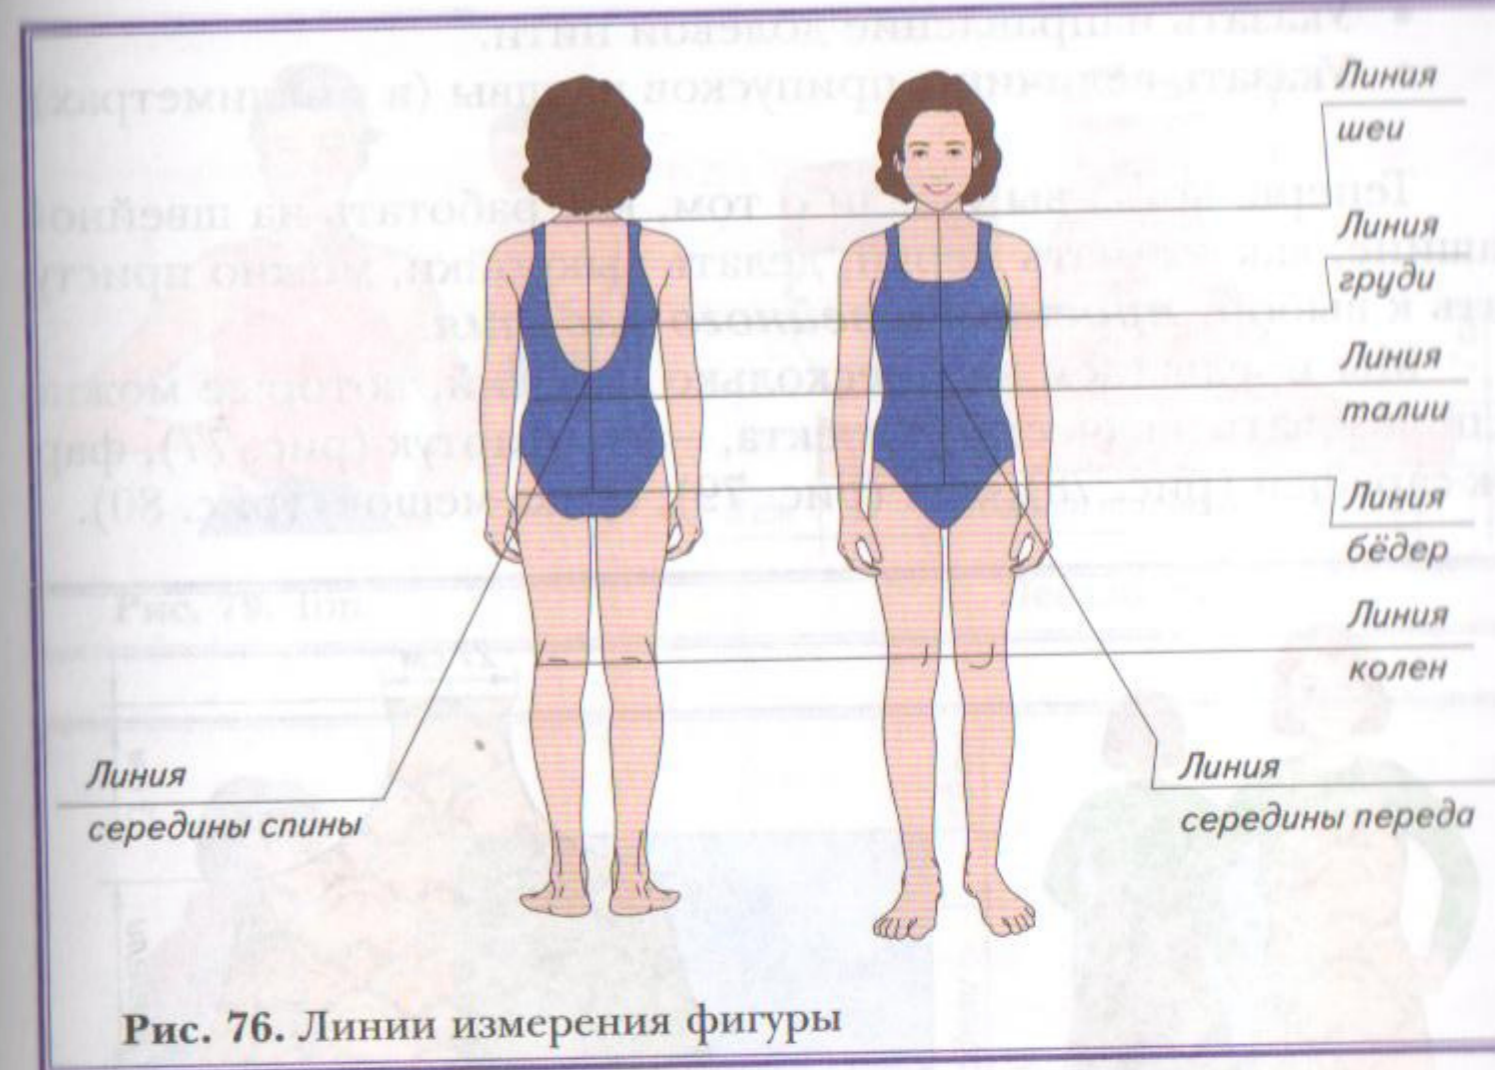

Рис. 76. Линии измерения фигуры
- фигура человека измеряется по основным линиям: линии середины спины и переда, линии шеи, груди, талии, бёдер, колен (рис. 76).